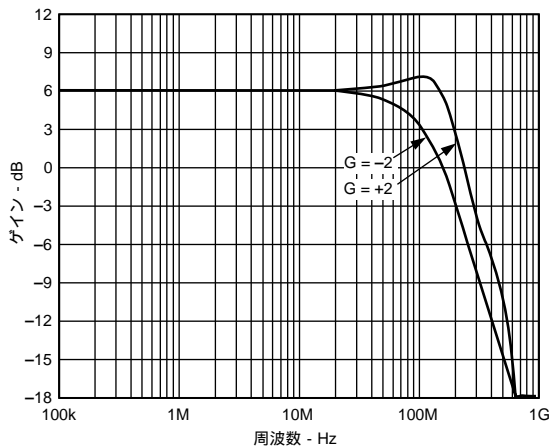

図11 補償量の同じ2つの高速オペアンプをゲイン+2およびゲイン - 2に設定した場合のAC応答
3. 差動アンプの設計（例えば、「アプリケーション」のセクションに示す図11の場合）などにおいて、ゲインのブロックを異なるノイズ・ゲインに対して整合させます。
AD8021は、ほとんどのA/Dコンバータのローノイズ差動ドライバや、バランス・ラインおよび差動ドライブを必要とするアプリケーションに適しています。一对の内部補償のオペアンプが、インバータとフォロワとして構成されている場合には、インバータのノイズ・ゲインは、フォロワのセクションよりも大きくなり、周波数応答におけるバランスが失われます (図11を参照)。AD8021の際立った外部補償機能により、より良いソリューションが得られます。インバータの C_{COMP} の値を小さくすることにより、帯域幅が広がってフォロワの帯域幅と整合して、ゲイン帯域幅および位相遅延における妥協を排除できます。この補償機能によって、反転/非反転の帯域幅を精密に整合でき、歪みを最小化できます。